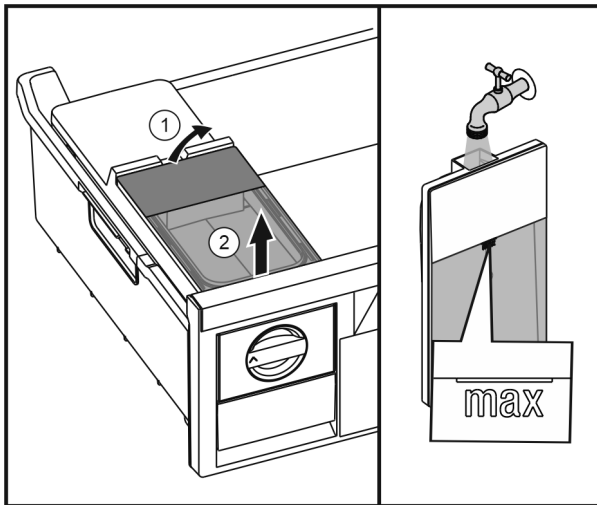

Fig. 39
- ▶ Waterreservoir van achter optillen Fig. 39 (1) en omhoog verwijderen Fig. 39 (2).